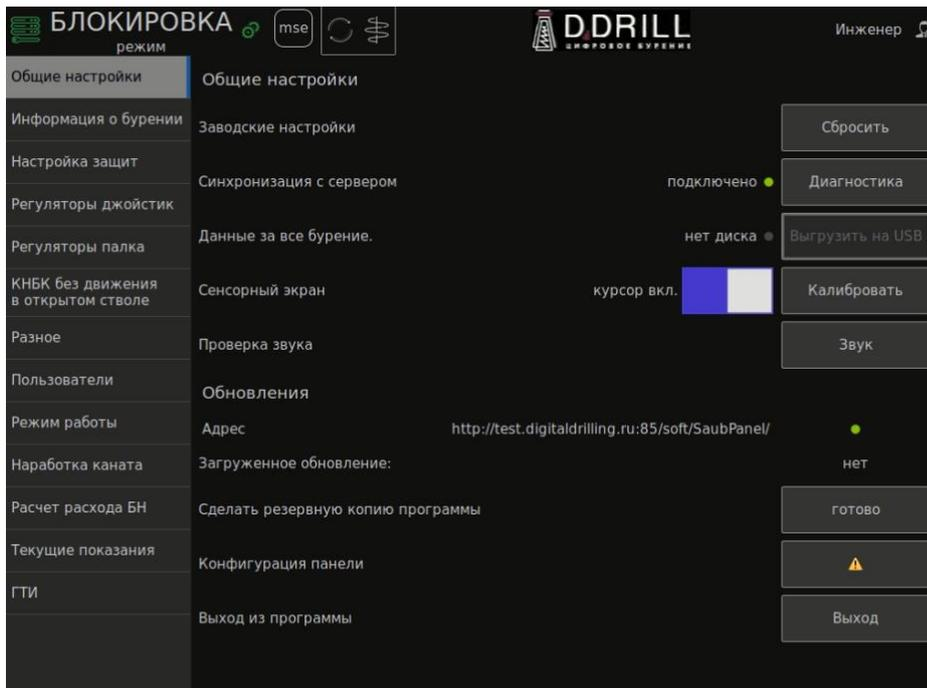

Рис.2
1. Во вкладке общие настройки Рис. 2 можно произвести следующие настройки и калибровки: